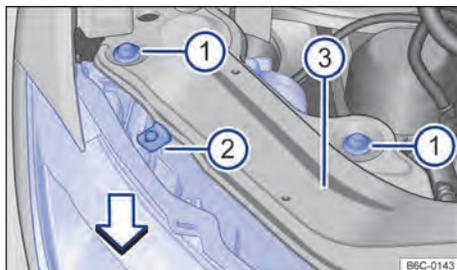

Fig. 183 No compartimento do motor: parafusos de fixação do farol dianteiro.
- Remover os parafusos de fixação → Fig. 183 ⓘ com o auxílio de uma chave torx.
- Mover o farol para frente, no sentido da seta → Fig. 183, até que os dois cliques da parte inferior desencaixem e possibilite a remoção do farol.
- Recolocar o farol cuidadosamente até que os dois cliques inferiores encaixem e o batente superior → Fig. 183 ⓘ encoste no suporte do farol ⓘ.
- Recolocar os parafusos de fixação ① na carcaça do farol.
- Pressionar o farol contra o batente central superior ② e apertar os parafusos ① com a chave torx.